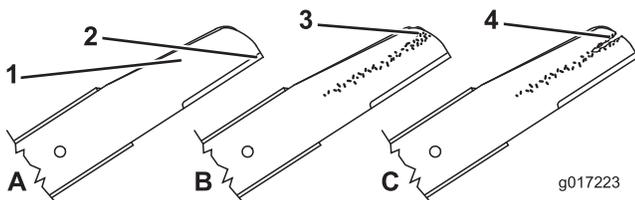

Figure 42
1. Examinez le tranchant des lames (Figure 42). Si elles ne sont pas tranchantes ou présentent des indentations, déposez les lames et affûtez-les ou remplacez-les.
2. Inspectez les lames elles-mêmes, surtout la partie relevée (Figure 42). Remplacez immédiatement toute lame endommagée, usée ou qui présente une entaille.